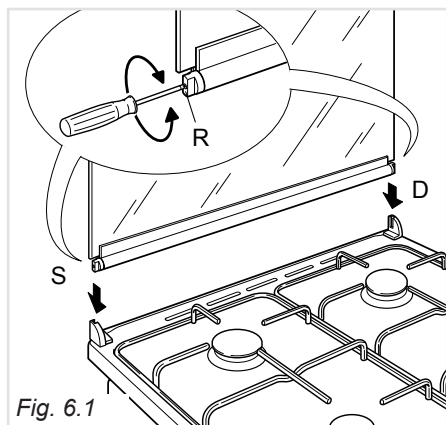

Fig. 6.1
- nella sede destra deve essere montata la cerniera con la stampigliatura **"D"** mentre nella sede sinistra la cerniera con la stampigliatura **"S"** (Fig. 6.1)
Eventualmente registrare la taratura delle molle delle cerniere ruotando le viti **"R"** in senso orario (fig. 6.1).